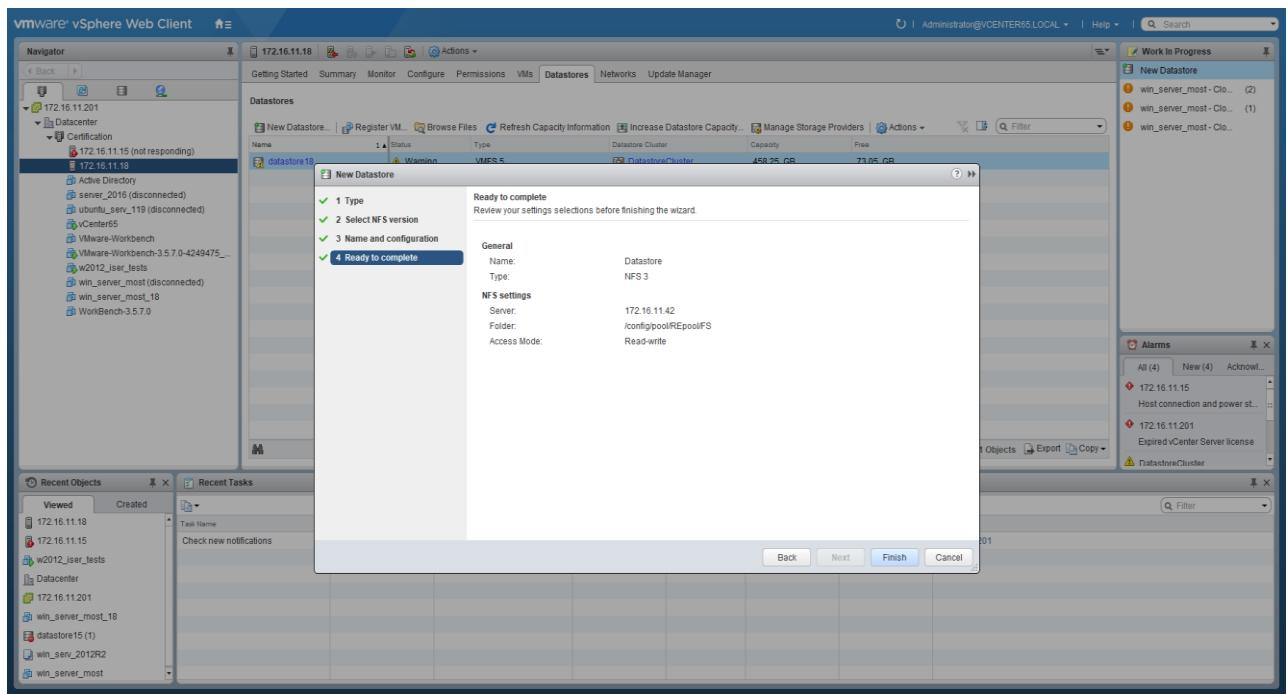

Рисунок 95 – Подтверждение создания Datastore
10. Подтвердите введенные данные нажатием кнопки «Finish» (см. Рисунок 95).